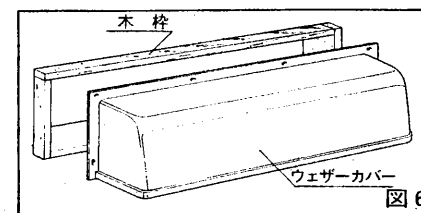

図 6
(5)付属のウェザーカバーを木枠室外に木ネジで取付けてください。(図 6)